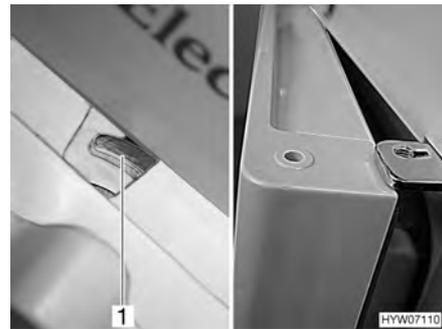

Bild 145 Kühlschranktür in Lüftungsstellung (Dometic 7er-Reihe)
- Verriegelung ganz nach rechts schieben. Die Kühlschranktür ist mit Hilfe der Türarretierung (Bild 145,1) fixiert. Die Kühlschranktür bleibt damit leicht geöffnet (Bild 145).